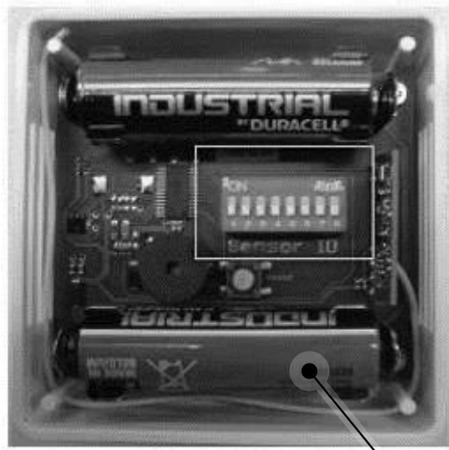

Abb. 8: Batterien einsetzen
2. ▶ Mitgelieferte 1,5 V AA-Batterien wie abgebildet einsetzen (Abb. 8/1). Der Plus- und der Minus-Pol sind sowohl auf der Platine als auch auf der Batterie markiert. Die Batterien sind korrekt eingesetzt, wenn diese Markierungen übereinstimmen.